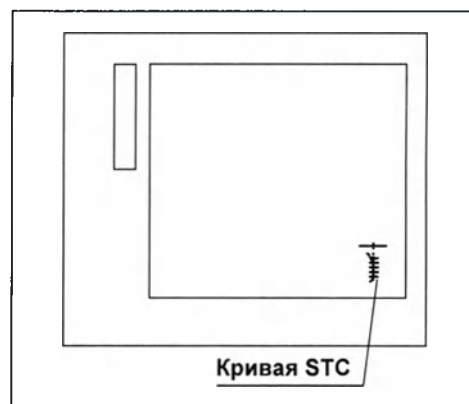

Рисунок 7.74
- Для возврата ультразвукового изображения в состояние до автоматической регулировки нажмите кнопку RESET. С нажатием кнопки RESET кривая STC также возвратится из состояния после автоматической регулировки в исходное состояние. После возврата в исходное состояние кривая STC в окне исследования приобретет исходный цвет. (см. рис. 7.74)